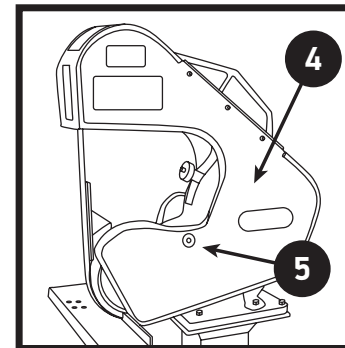

Figura 2
- b. El dispositivo de seguridad completo se encuentra en su lugar, cerrado, y el cerrojo funciona de manera tal que mantiene la puerta de seguridad cerrada en forma segura (Figura 2).